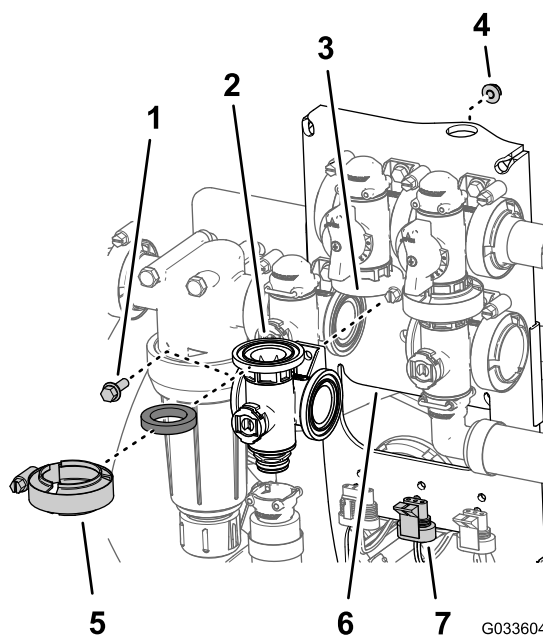

Figura 124
1. Allineate la flangia del collettore della valvola dell'agitatore, una guarnizione e la flangia della valvola di bypass dell'agitatore (Figura 124).
9. Montate la valvola dell'agitatore sul supporto della valvola con il bullone a testa flangiata e il dado bloccaggio flangiato (Figura 124) rimossi al passaggio 3 di Rimozione della valvola del collettore dell'agitatore \(pagina 83\) e serrate il dado e il bullone a 10–12 N·m.